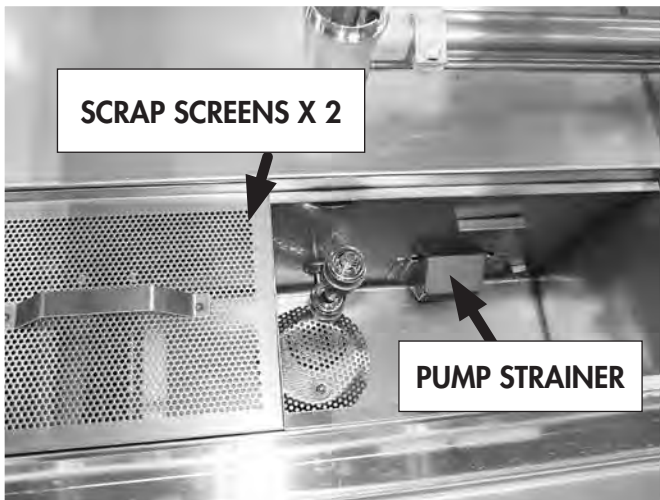

Fig. 22
- 2 INSTALL PUMP STRAINER AND SCRAP SCREENS (See Fig. 22).